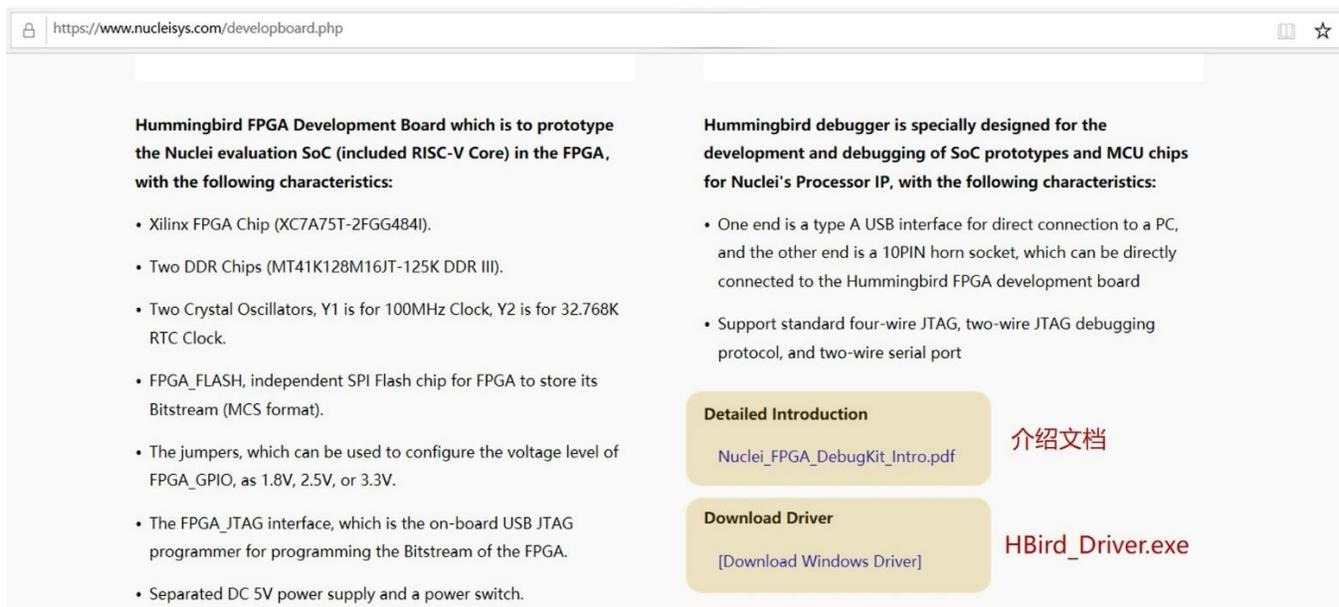

图 4-4 调试器 Windows 驱动下载及文档获取
- ① 如果第一次使用 RV-STAR 开发板，为了使 PC 的 Windows 系统能识别到 RV-STAR 板载调试器（同蜂鸟调试器），需要安装驱动 HBird-Driver.exe，双击即可完成此驱动的安装。Linux 系统环境下的驱动安装请参考《Nuclei_FPGA_DebuggerKit_Intro》文档。驱动下载和文档获取请访问（<https://www.nucleisys.com/developboard.php>），如图 4-4 标识处。
- ② 由于板载调试器还包含了“将 MCU 的 UART 转换成 USB 输出”功能，因此将 RV-STAR 开发板与 PC 连接后，将被主机识别成一个 COM 串口，可通过 PC 的设备管理器查看该串口端口号。